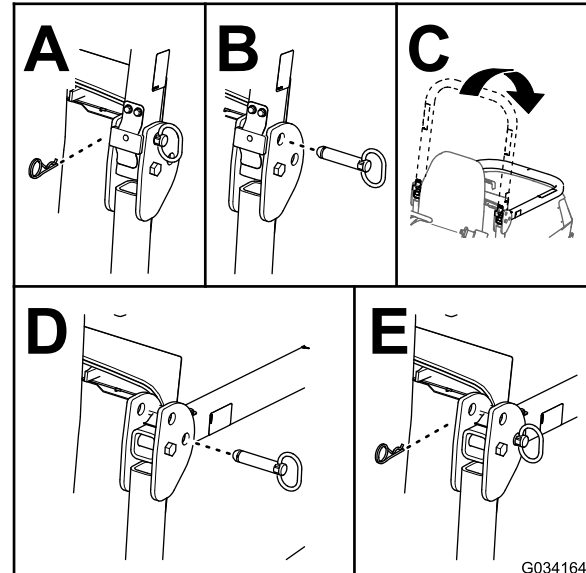

Figura 30
2. Retire las chavetas y los pasadores de la barra antivuelco (Figura 30).
3. Baje la barra antivuelco y sujétela con los pasadores y las chavetas (Figura 30).